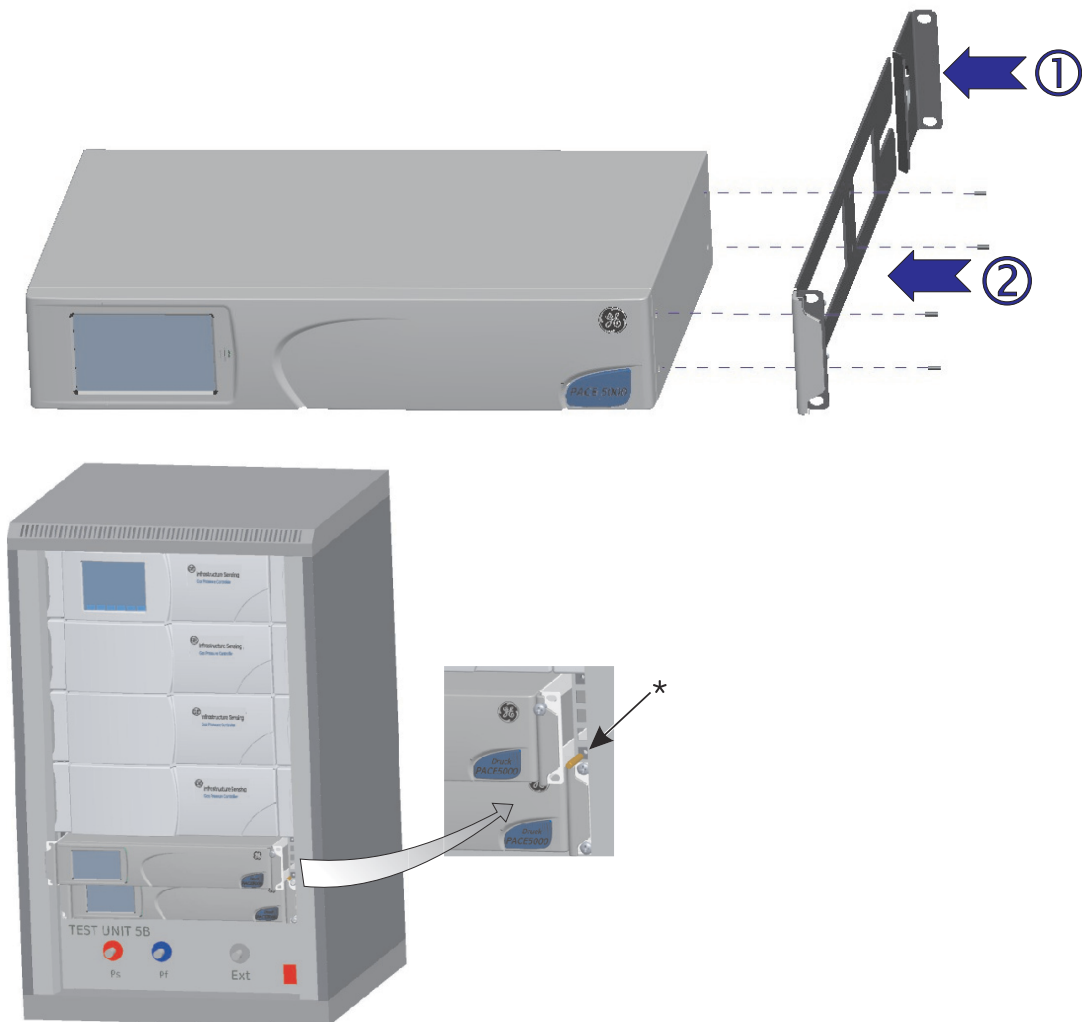

Figure 2-6 Montage en rack
2.5 Option de montage en rack (cf. Figure 2-6)